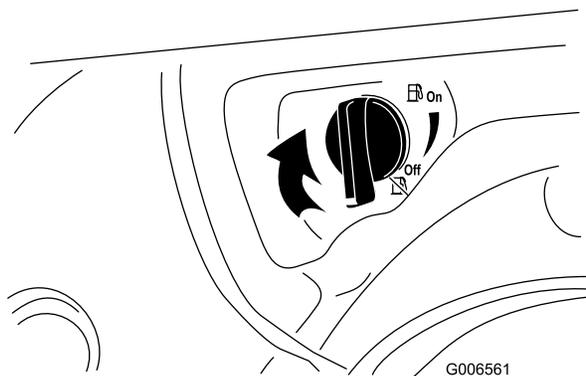

Figure 27
- Fermez le robinet de carburant en le tournant dans le sens horaire (Figure 27).